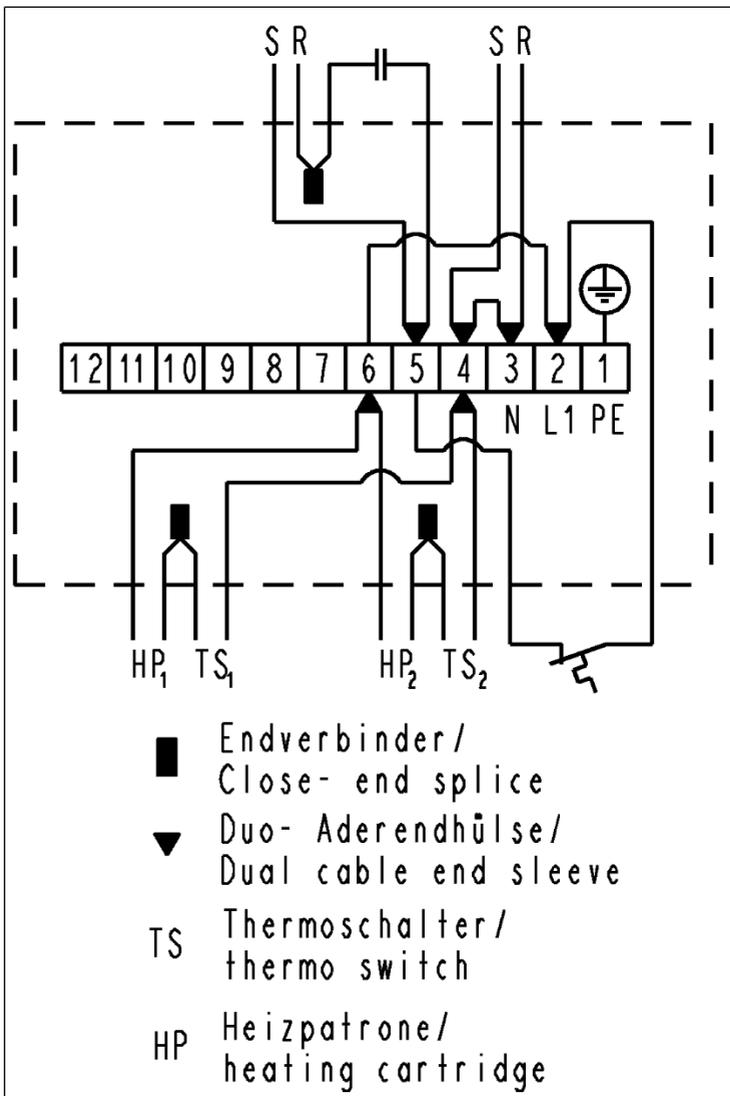

Abb.12: Elektrische Verschaltung der N036.0.11
6. Schließen Sie das Netzkabel an den Anschlüssen L 1 und N der Lüsterklemmen an (siehe Abb. 12).